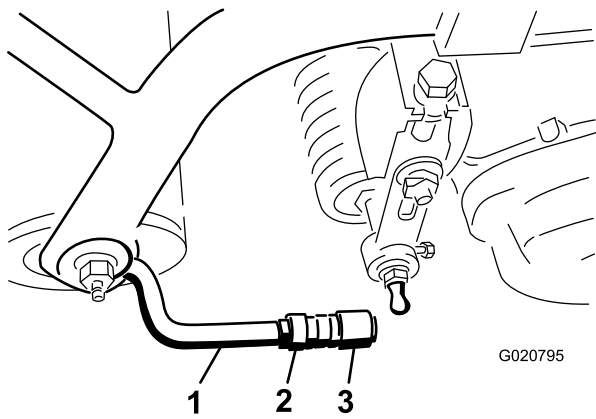

图 7
5. 对齐球窝接头内的球座使球座开口侧的中心朝向球头螺栓然后拧紧锁紧螺母将球座固定到位图 7。